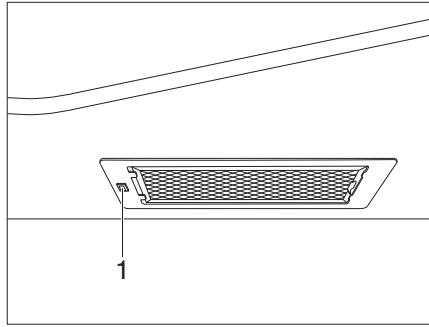

Bild 329 Dunstabzug
- Den Dunstabzug mit dem Schalter (Bild 329,1) ein- und ausschalten.